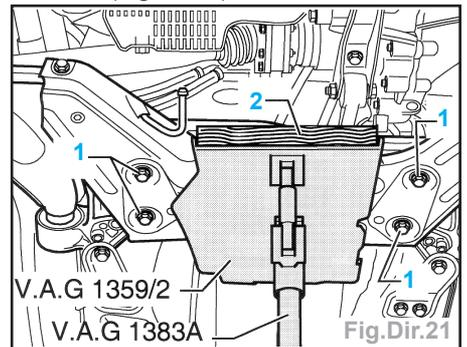

Fig.Dir.21
- Mettre la garniture en bois (**490 x 270 x 50 mm**) (2) dans l'appui, par ex. -V.A.G 1359/2 (Fig.Dir.21).
- Installer par derrière le mécanisme de servodirection sur le support du groupe motopropulseur abaissé et serrer manuellement les nouvelles vis hexagonales (1) (Fig.Dir.21).